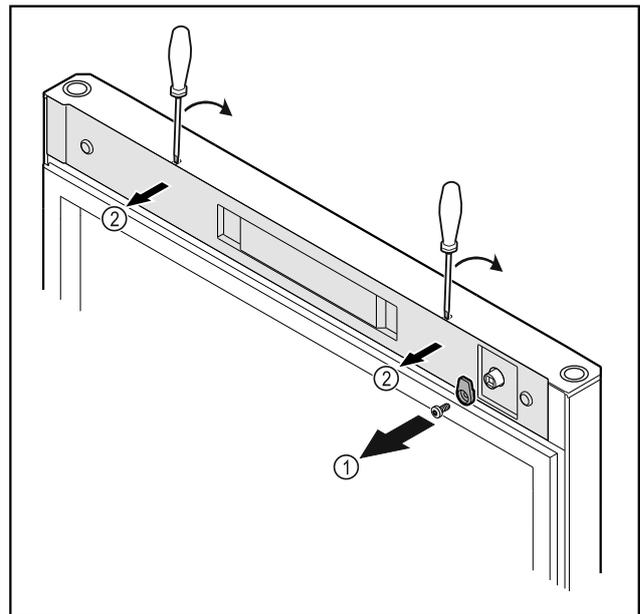

Fig. 10
- ▶ Відкрутити запірний гачок Fig. 10 (1).
- ▶ За допомогою малої викрутки зніміть з фіксатора кришку Fig. 10 (2) і видаліть.